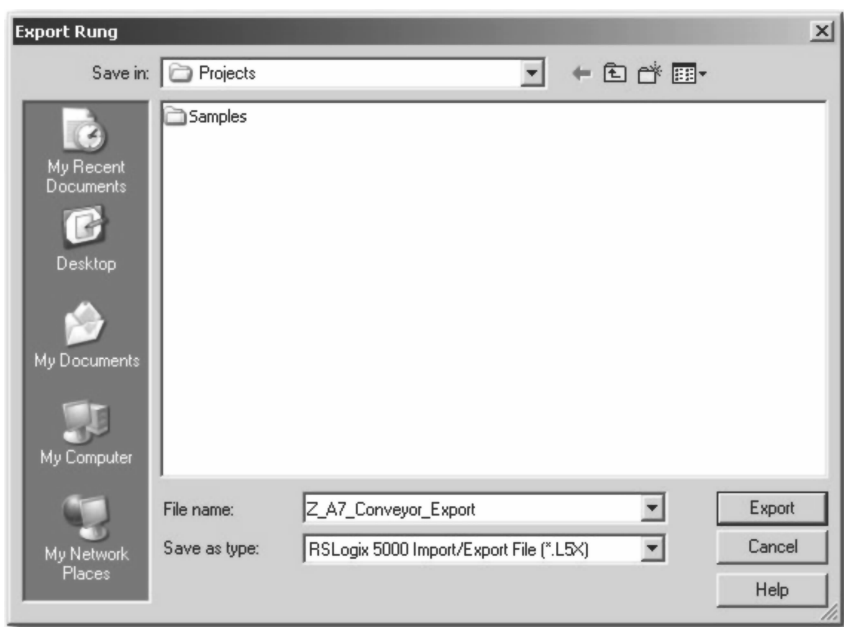

图 13-5 项目导出保存窗口
8. 出现“导出梯级”（Export Rung）窗口后，在“文件名”（File name）字段中输入 Z_A7_Conveyor_Export，然后单击“导出”（Export），如图 13-5 所示。